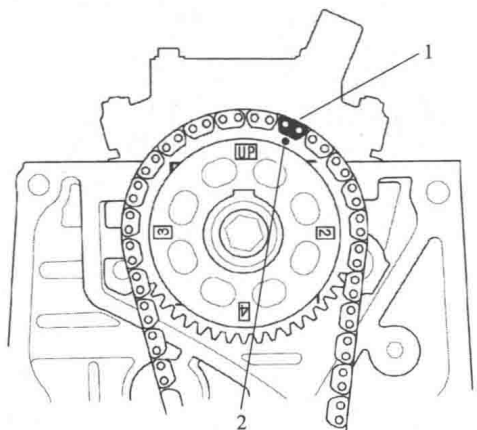

图 1-1-28
(4) 将凸轮轴链条安装在凸轮轴链轮上, 使涂色的链节 1 与凸轮轴链轮上的标记 2 对准, 如图 1-1-28 所示。